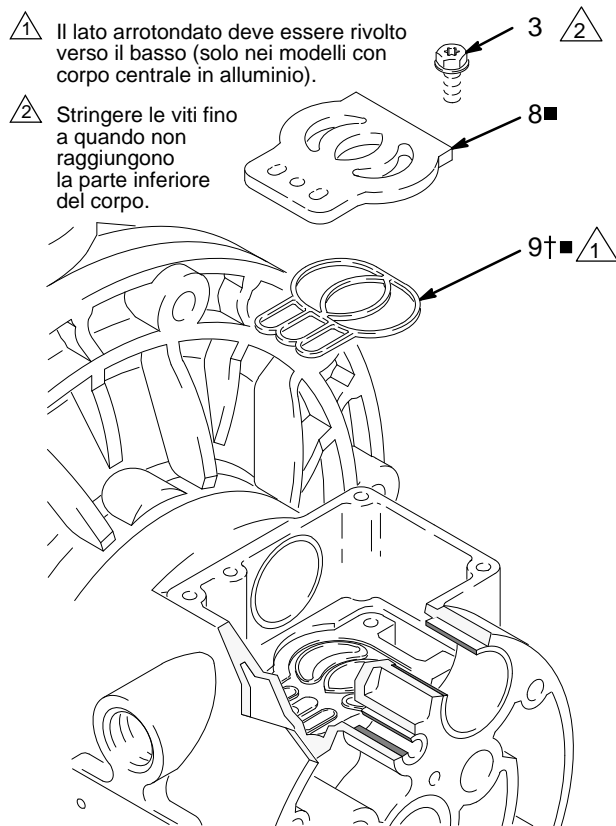

FIG. 9
5. Ispezionare la piastra della valvola (8■) montata. Se danneggiata, utilizzare un cacciavite Torx (T20) o una chiave a tubo da 7 mm (9/32 in.) per rimuovere le tre viti (3). Rimuovere la piastra della valvola (8■) e solo nei modelli con corpo centrale in alluminio, rimuovere la tenuta (9). Vedere: FIG. 9.
2. Nei modelli con corpo centrale in alluminio, installare la tenuta della piastra della valvola (9 \uparrow ■) nella scanalatura nella parte inferiore della cavità della valvola. La parte arrotondata della tenuta **deve** essere **rivolta verso il basso** nella scanalatura. Vedere: FIG. 9.
3. Installare la piastra della valvola (8■) nella cavità. Nei modelli con corpo centrale in alluminio, la piastra è reversibile, così entrambi i lati possono essere rivolti verso l'alto. Installare le tre viti (3) utilizzando un cacciavite Torx (T20) o una chiave a tubo da 7 mm (9/32 in.). Serrare completamente le viti finché non raggiungono il fondo dell'alloggiamento. Vedere: FIG. 9.